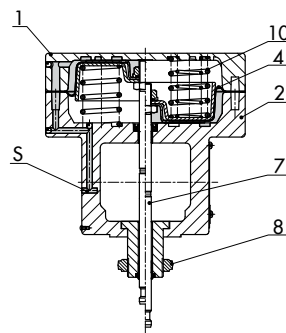

Fig. 8 : Type 3277-5 pour le montage direct d'accessoires (120 cm2)
- **Type 3277-5 · Surface de servomoteur 120 cm2**, corps en fonte d'aluminium pour le montage direct d'accessoires (Fig. 8), option commande manuelle supplémentaire (Fig. 5)